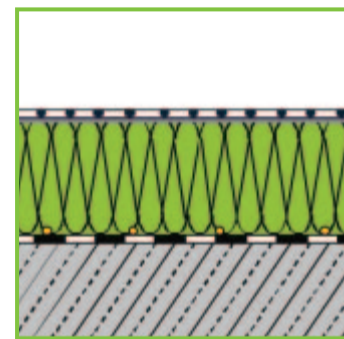

Abbildung 3
- mit tragender Dachschale aus mineralischen Baustoffen (wie Beton und Porenbeton) – siehe Abbildung 3